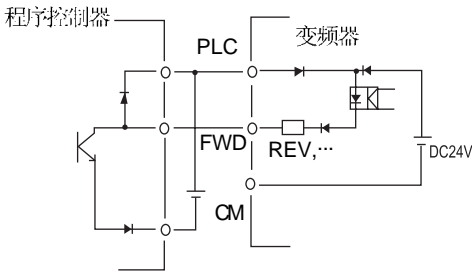

图 2-3-11
- ①接点信号输入端子（FWD、REV、X1-X9等）和CM端子间一般是闭合/断开（ON/OFF）动作。使用外部电源配合程序控制器的开路集电极输出ON/OFF控制，有时会发生电源干扰，造成误动作。在这种场合，应使用PLC端子，按图2-3-11所示方法连接。
- ②接点输入控制时，为防止发生接触不良，应使用对弱信号接触可靠性高的接点。